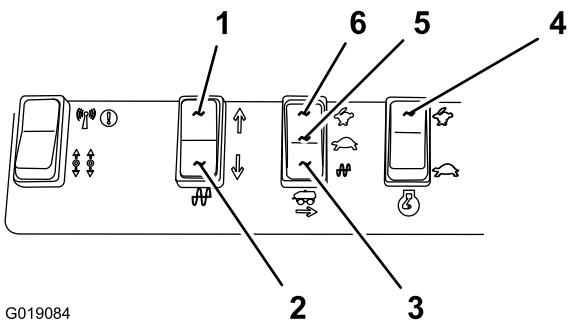

Figura 44
1. Ponga el interruptor de velocidad del motor en la posición de rápido; consulte Figura 44.
- Inicie la vibración hacia adelante presionando el interruptor de vibración hacia adelante (Figura 44).
- Inicie la vibración hacia atrás presionando el interruptor de vibración hacia atrás (Figura 44).